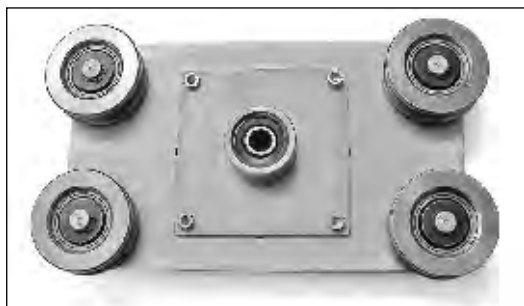

Рис.2.7 Установка суппорта SBB32.
- 2.3.** Закрепить суппорт SBB32 к каретке, устанавливаемой со стороны, противоположной приводу, при помощи четырех болтов М6х10 с шестигранной головкой с размером под ключ S10 или винтов с цилиндрической головкой с внутренним шестигранником S5 (рис.2.7).